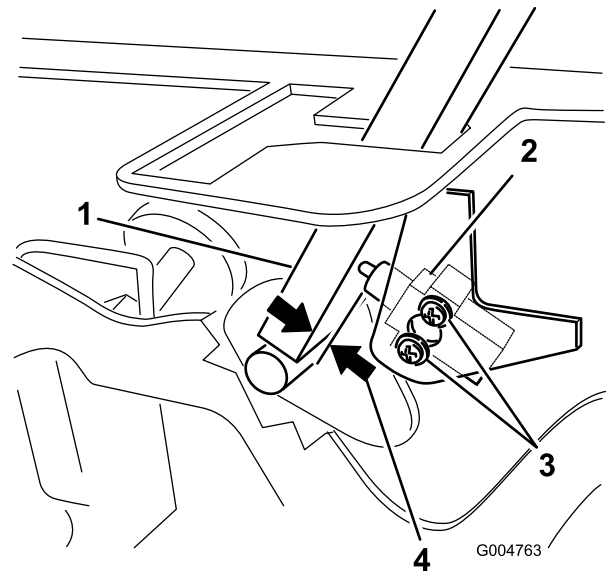

Figura 86
3. Afloje los 2 tornillos que fijan el interruptor de seguridad (Figura 86).
4. Sujetando la palanca de control contra el bastidor, mueva el interruptor hacia la palanca hasta que la distancia entre la palanca y el cuerpo del interruptor sea de 0.4 a 1 mm (de 0.015 a 0.045") como se muestra en Figura 86.